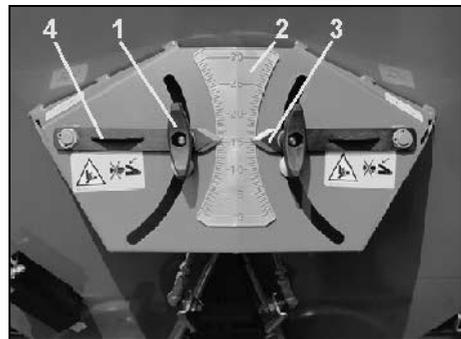

Fig. 28
- Flügelmutter (Fig. 28/1) lösen.
- Auf der Skala (Fig. 28/2) den der Streutabelle entnommenen bzw. mit der Abdrehvorrichtung ermittelten Skalenwert für die Schieberstellung aufsuchen.
- Die Ablesekante (Fig. 28/3) der beiden Stellhebel (Fig. 28/4) auf diesen Skalenwert einstellen.
- Flügelmutter (Fig. 28/1) wieder fest anziehen.